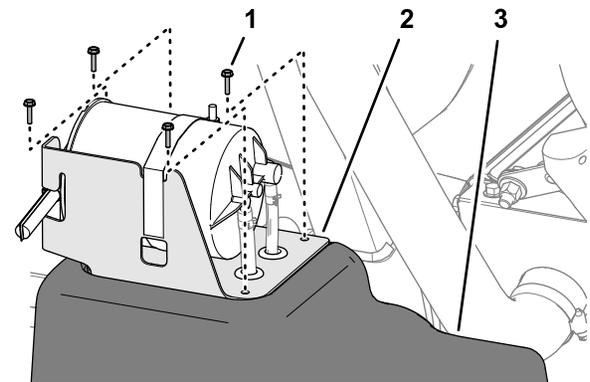

Bild 87
6. Befestigen Sie die Halterung mit den vier Schrauben (Nr. 10 x 3/4") am Kraftstofftank (**Bild 87**).